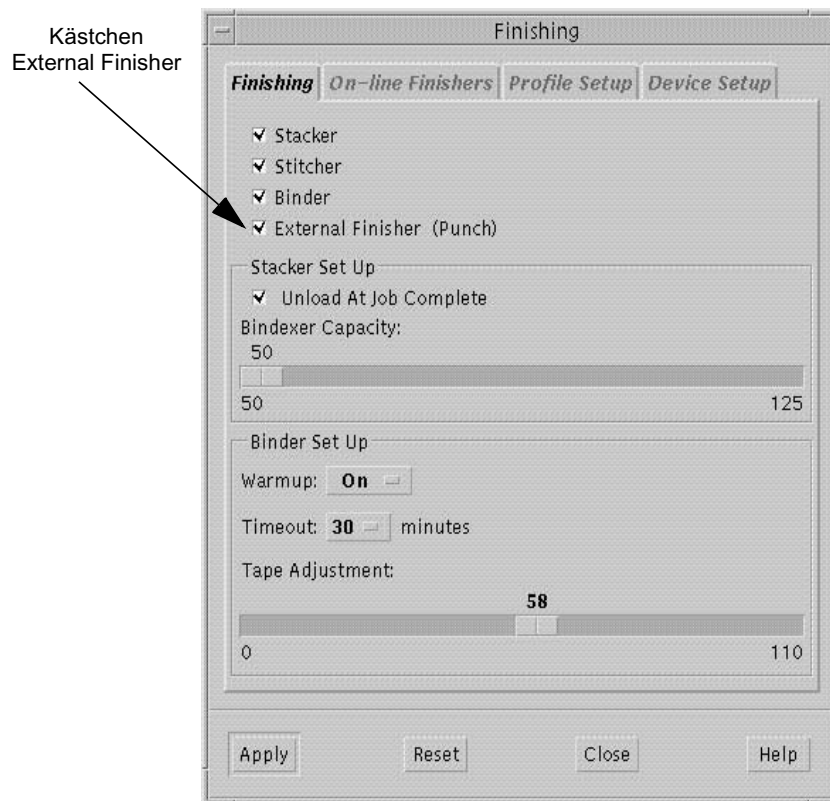

Abbildung 1-14: Finishing-Bildschirm im Finishing-Fenster
Es erscheint der **Finishing**-Bildschirm, wie in Abbildung 1-14 gezeigt.
- 14 Stellen Sie sicher, dass das Kästchen "External Finisher" angekreuzt ist und das der Name der richtigen Vorrichtung in Klammern rechts daneben erscheint, wie in Abbildung 1-14 gezeigt.